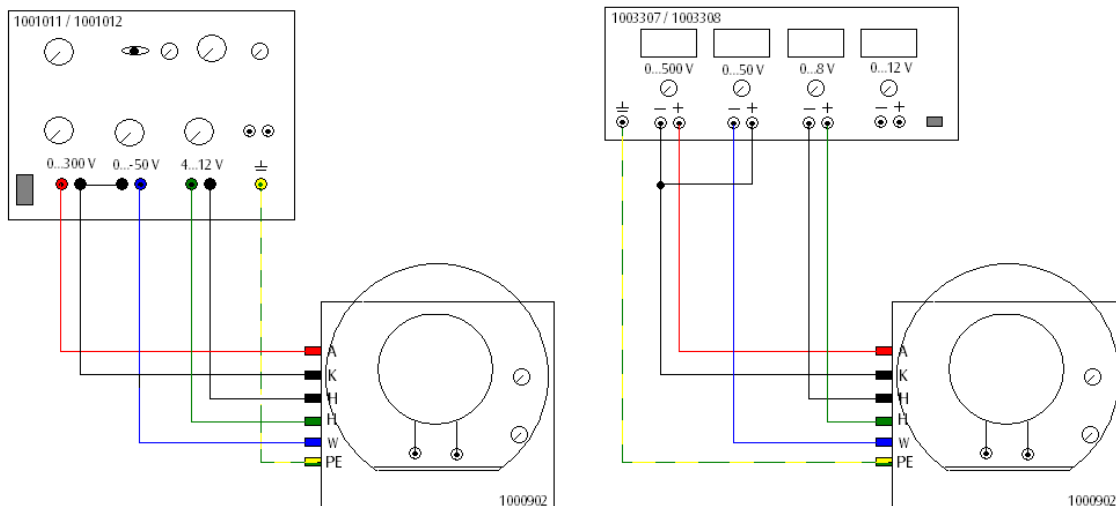

Fig.2 Déviation électrique du faisceau électronique (à gauche : avec alimentation 1001011 / 1001012, à droite : avec alimentation 1003307 / 1003308).
- Procédez au câblage du tube comme le montre la figure 2.